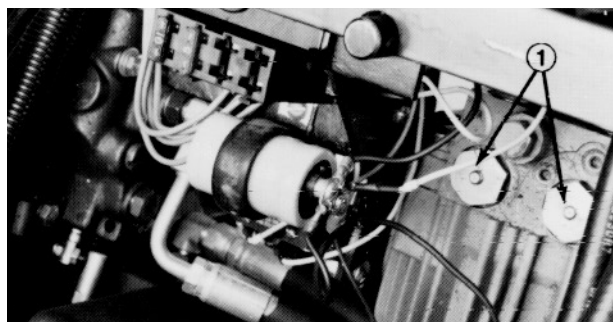

Fig. 14
2. Trykk inn og hold stiftene midt på de to (2) kontrollventilene øverst på gearkassen (fig. 14) samtidig som klipperen skyves eller slepes.
Før rikelig med fett på enveisventilens stifter en gang hvert år (fig. 14). Fremdriftsenheten har lagre og foringer som må smøres, og disse smørepunktene er vist på følgende illustrasjoner.